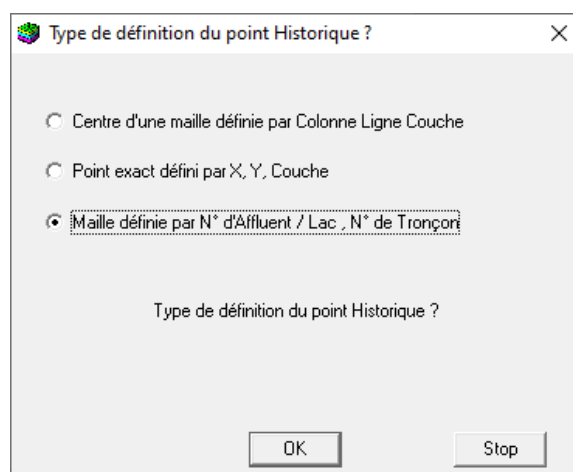

Figure 91 – Définition du point par un « Numéro d'Affluent ou de Lac et un Numéro de Tronçon ».
- Ou par un « Numéro d'Affluent ou de Lac et un Numéro de Tronçon » (Figure 91 et Figure 93)